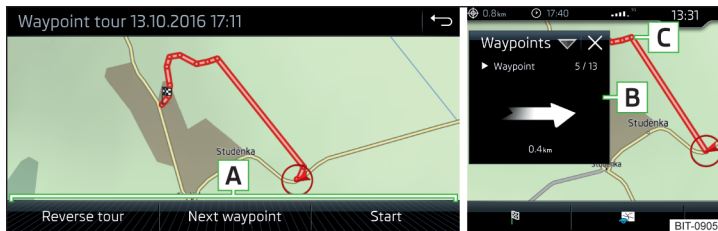

Fig. 240 Afișarea unui traseu de referință/Parcurea unui traseu de referință
- ▶ Selectați unul dintre următoarele meniuri [A] » fig. 240.
În timpul parcurgerii unui traseu cu puncte de drum, în fereastra suplimentară **Pcte. drum** se afișează direcția, precum și distanța până la următorul punct de drum, numărul punctului de drum următor, precum și numărul total al punctelor de drum [B] » fig. 240.
Traseul cu puncte de drum „scade” succesiv din poziția actuală a autovehiculului spre următorul punct de drum „[C] » fig. 240.
- > Afișarea traseului de referință » fig. 240 la pagina 203